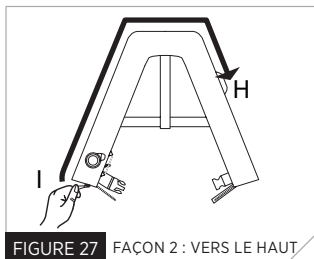
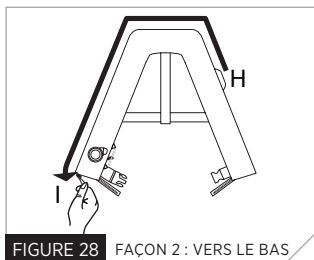

FIGURE 27 FAÇON 2 : VERS LE HAUT
FIGURE 28 FAÇON 2 : VERS LE BAS
8) Façon 2 : tirez la glissière (I) jusqu'à la butée (k) et sous le rabat de VelcroMD (H) (Fig. 27). Fermez en tirant la glissière (I) en direction opposée de la fin de la glissière (Fig. 28). Assurez-vous que la chambre gonflable n'est pas coincée dans la glissière.